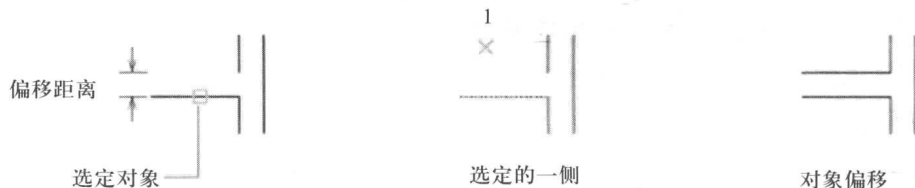

图 1-20 通过输入偏移距离偏移对象
1) 偏移距离: 在距现有对象指定的距离处创建对象,如图 1-20 所示。